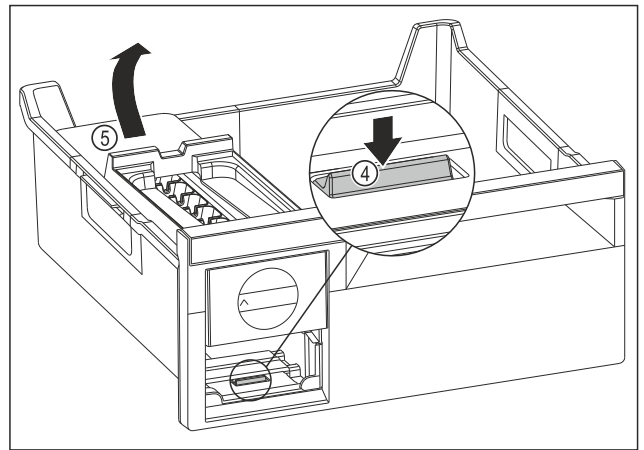

Fig. 85
- EasyTwist-Ice-corpus wegnemen: Strip Fig. 85 (4) met uw vinger omlaag drukken en gelijktijdig met de andere hand de EasyTwist-Ice-corpus Fig. 85 (5) van achteren optillen.